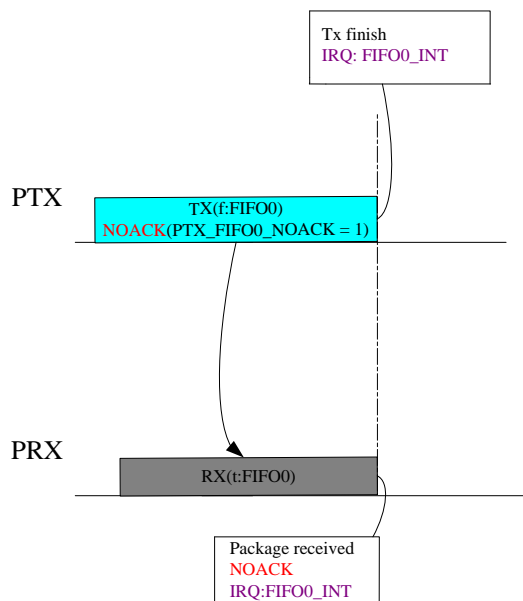

图 10-12 ACK 使能情况下 NOACK 功能中断示意图
- ◆ 在 ACK 功能使能时，通过配置 PTX\_FIFO0\_NOACK 控制位可告知 PRX 当前发送帧无需回复 ACK 帧（详见图 10-12）。
图 10-12 所示为收发 ACK 使能时，若设置 PTX\_FIFO0\_NOACK 为'1'，PTX 在发送数据包完成后中断标志位 FIFO0\_INT 将置'1'，PRX 在接收数据包完成后中断标志位 FIFO0\_INT 将置'1'。与 ACK 不使能情况类似，接收端在响应中断时需检查 PRX\_PHR\_ERR 与 PRX\_CRC\_ERR 指示位判断所收取包 PHR 与 PSDU 是否正确。